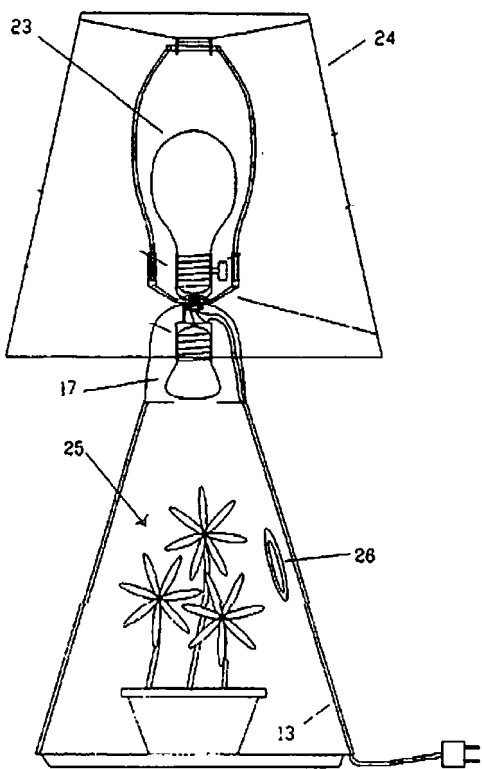

Рис.10
**Комбинированная лампа** описана в патенте США 5473525 (1995 г.). Она состоит из двух частей (рис.10): верхней, осветительной, части 24 и нижней, декоративной, части 25. Верхняя часть содержит более мощную лампочку 23. Лампочка в нижней части 17 служит только для декоративной подсветки, например, цветов или какой-либо композиции. Нижняя часть заключена в прозрачный конический корпус 13, который одновременно является опорой для